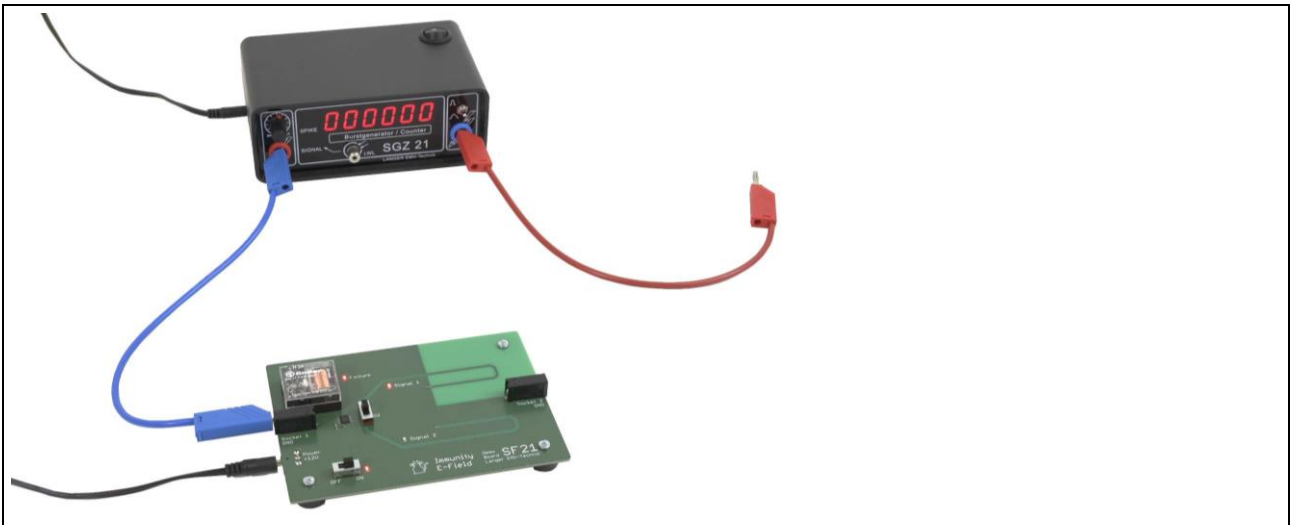

Bild 19: SF 21 einpolig an den Generator SGZ 21 angeschlossen
- SF 21 wird über Steckernetzteil versorgt, ein Ausgang des SGZ 21 ist über die Buchse Socket 1 angeschlossen. Am zweiten Ausgang des SGZ 21 ist ein Kabel angeschlossen, dass jedoch nicht mit dem SF 21 verbunden ist (Bild 19).